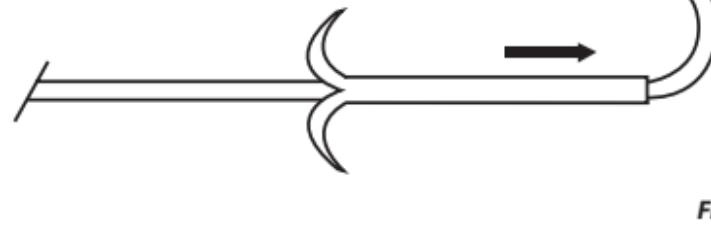

Fig. 1
a) Skjut Peel-Away-uträtaren framåt för att öppna kateterspetsen. (Fig. 1)